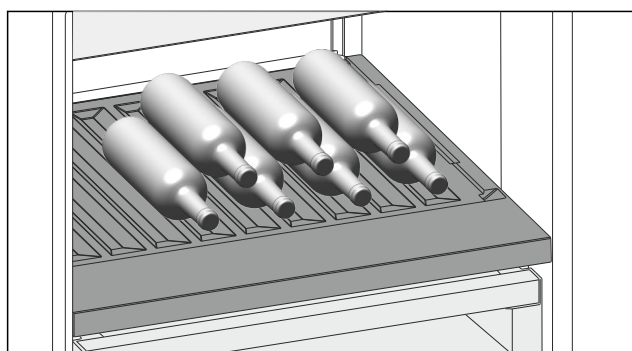

Fig. 131
- Поставете бутилките с дъното назад към задната стена. (виж Fig. 131)